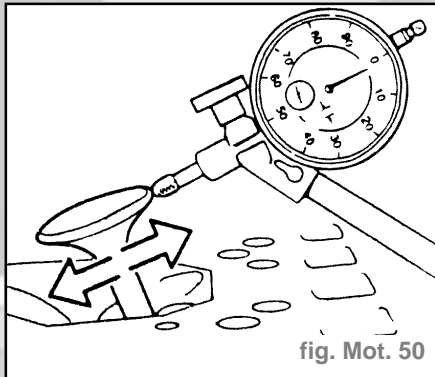

fig. Mot. 50
- Installer le comparateur et mesurer le jeu de basculement (fig. Mot. 50).